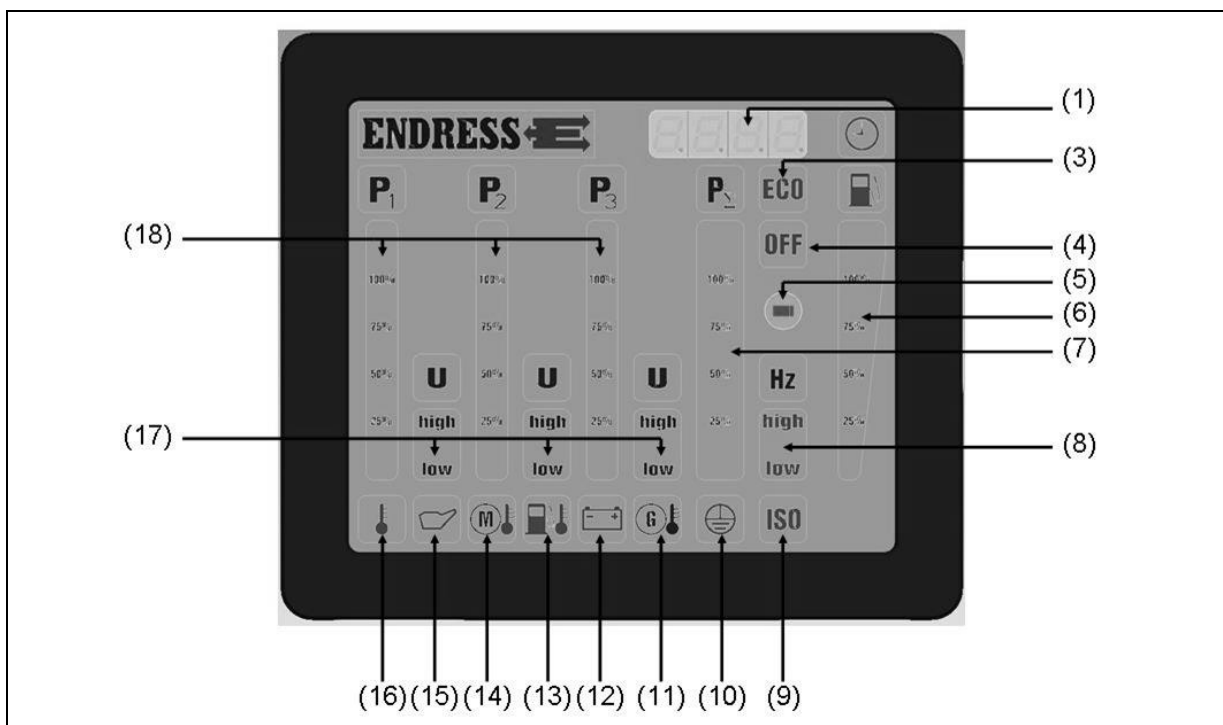

Abb. 4-6: Multifunktionsdisplay
Sobald der START-STOP-Schalter auf die Pos. „Betrieb“ gestellt wird, leuchten zur Kontrolle alle LEDs für ca. 2 Sekunden. Danach wird für ca. 30 Sekunden die normale Betriebsbeleuchtung angezeigt. Falls in dieser Zeit der Motor nicht gestartet wird, geht das E-MCS 4.0 in den Sleep-modus und die Anzeige erlischt. Um das E-MCS 4.0 wieder in den Betriebszustand bringen zu können, muss der START-STOP-Schalter zuerst wieder in Pos. „STOP“ gebracht werden. Die Anzeigeintensität ist abhängig von der Umgebungshelligkeit (Sensor siehe Abb. 4-6-(5)).
- Betriebsstunden:** Anzeige (siehe Abb. 4-6-(1)) ist bei laufendem Gerät oder für 30 Sekunden aktiv, wenn START-STOP-Schalter in Pos. „Betrieb“ steht.
- Umgebungstemperatur:** Leuchtet die Anzeige (siehe Abb. 4-6-(16)) bei laufendem Gerät rot, ist die Temperatur zu hoch und das Gerät sollte ausgeschaltet werden.
- Öldruck:** Leuchtet die Anzeige (siehe Abb. 4-6-(15)) bei laufendem Gerät rot, ist der Öldruck zu gering und das Gerät schaltet automatisch ab bzw. der Buzzer ertönt, dieser kann mit der Quittierungstaste quittiert werden.
- Motortemperatur:** Leuchtet die Anzeige (siehe Abb. 4-6-(14)) bei laufendem Gerät rot, ist die Motortemperatur zu hoch und das Gerät sollte ausgeschaltet werden.
- Kraftstofftemperatur:** Leuchtet die Anzeige (siehe Abb. 4-6-(13)) bei laufendem Gerät rot, ist die Kraftstofftemperatur zu hoch und das Gerät sollte ausgeschaltet werden.
- Batterieladekontrolle:** Leuchtet die Anzeige (siehe Abb. 4-6-(12)) rot ist die Ladefunktion der Lichtmaschine ausgefallen.
- Isolationsüberwachung:** Leuchtet die Anzeige (siehe Abb. 4-6-(9)) rot bzw. ertönt der Buzzer so liegt ein Isolationsfehler vor. (siehe Kap. 5 Isolationsüberwachung).
- Schutzleiterprüfung:** Leuchtet die Anzeige (siehe Abb. 4-6-(10)) während der Schutzleiterprüfung (siehe Kap. 4.7 Schutzleiterprüfung) grün so sind die Schutzleiter der angeschlossenen Geräte in Ordnung. Ist die Schutzleiterfunktion nicht gewährt, bleibt die Anzeige aus.
- Füllstand Kraftstofftank:** Die Anzeige (siehe Abb. 4-6-(6)) gibt einen ungefähren Richtwert über den Tankinhalt.
- Frequenz:** Leuchtet die Anzeige (siehe Abb. 4-6-(8)) grün, befindet sich die Frequenz im korrekten Bereich (47,5-52,5 Hz).
**Phasen L1-L2-L3:** Für einzelnen Phasen L1 bis L3 (siehe Abb. 4-6-(18)) wird jeweils einzeln angezeigt:
Spannung (U) (siehe Abb. 4-6-(17)):
Belastung (P) (siehe Abb. 4-6-(18)):
**Relative Belastungsanzeige:** Belastung ( $P_{\Sigma}$ ) (siehe Abb. 4-6-(7))
**NOT-AUS-Taster:** Leuchtet das Symbol „OFF“ (siehe Abb. 4-6-(4)) rot und der Buzzer ertönt, wurde der NOT-AUS-Taster gedrückt. Der Buzzer kann mithilfe der Quittierungstaste quittiert werden. (Buzzer nur aktiv bei bestellter Sonderaustattung „Isolationsüberwachung“, „Firecan“)